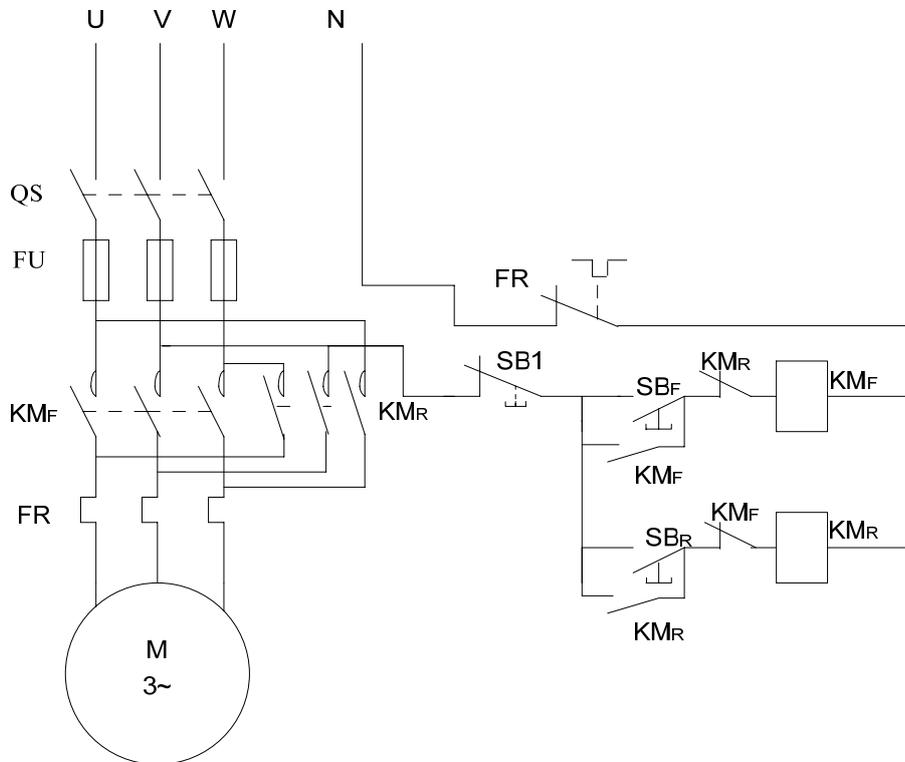

图 3.5a.2 电动机正反转控制线路
吊车或某些生产机械的提升机构需要作左右上下两个方向的运动，拖动它们的电动机必须能作正、反两个方向的旋转。由异步电动机的工作原理可知，要使它反向旋转只需对调定子三根电源线中的任意两根，以改变定子电流的相序即可。为此要对异步电动机实现正、反转控制，需要用两只接触器，控制电路如图 3.5a.2 所示。
按图 3.5a.1 所示线路接线，先接主电路，再接控制电路。接好线路后须经教师检查，确认线路无误方能合上隔离开关 QS，进行异步电动机直接起动（按下 SB_2 ）及停车（按下 SB_1 ）试验，注意观察交流接触器的工作情况。
由于本实验线路复杂，在按图 3.5a.2 改接线路时，仍按主电路、控制电路两部分分别接线。
- (1)在图 3.5a.2 所示的正反转控制电路中,熔断器在电路中具有_____作用,热继电器具有_____作用。
- (2)在正反转控制电路中,怎样避免发生两组主触头 KM_F 和 KM_R 同时接通而造成电源短路?